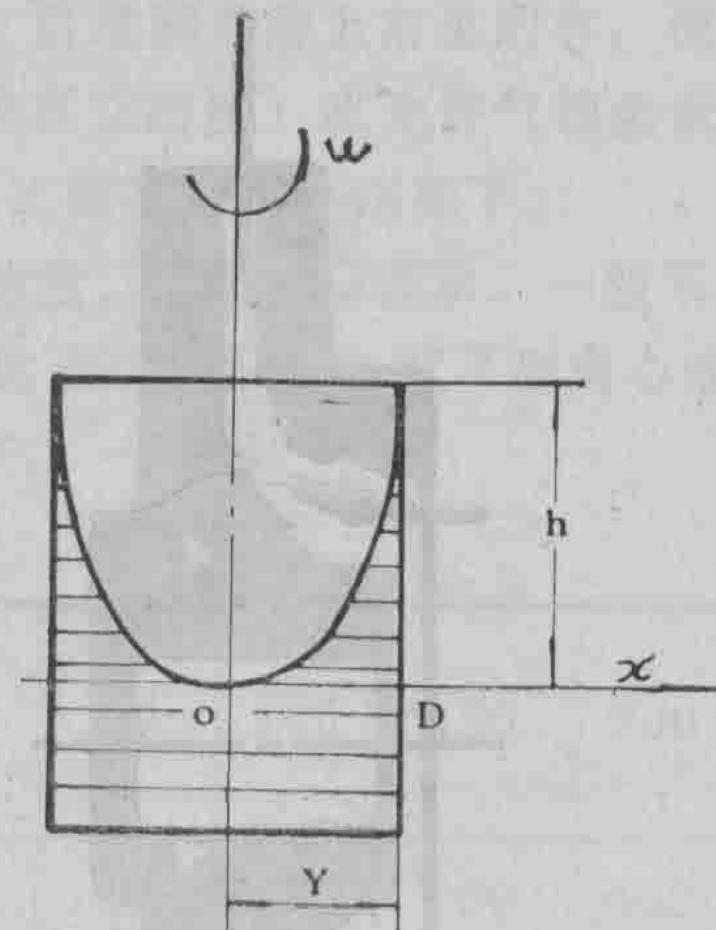

图2—1
1、单吸式泵——叶轮一侧有吸入口的泵。 图2—2 (a)
2、双吸式泵——叶轮两侧都同时吸入液体的泵。图2—2 (b)